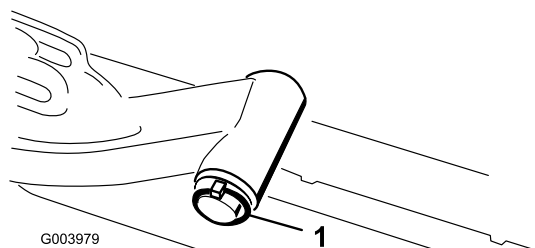

Figura 8
- A. Retire o pino de sujeição e a anilha que prende o veio da articulação do braço de elevação ao braço de elevação e faça deslizar o veio para fora do braço de elevação (Figura 8).
- C. Insira o veio do braço de elevação no braço de elevação e prenda-o com a anilha e o pino de sujeição (Figura 8).